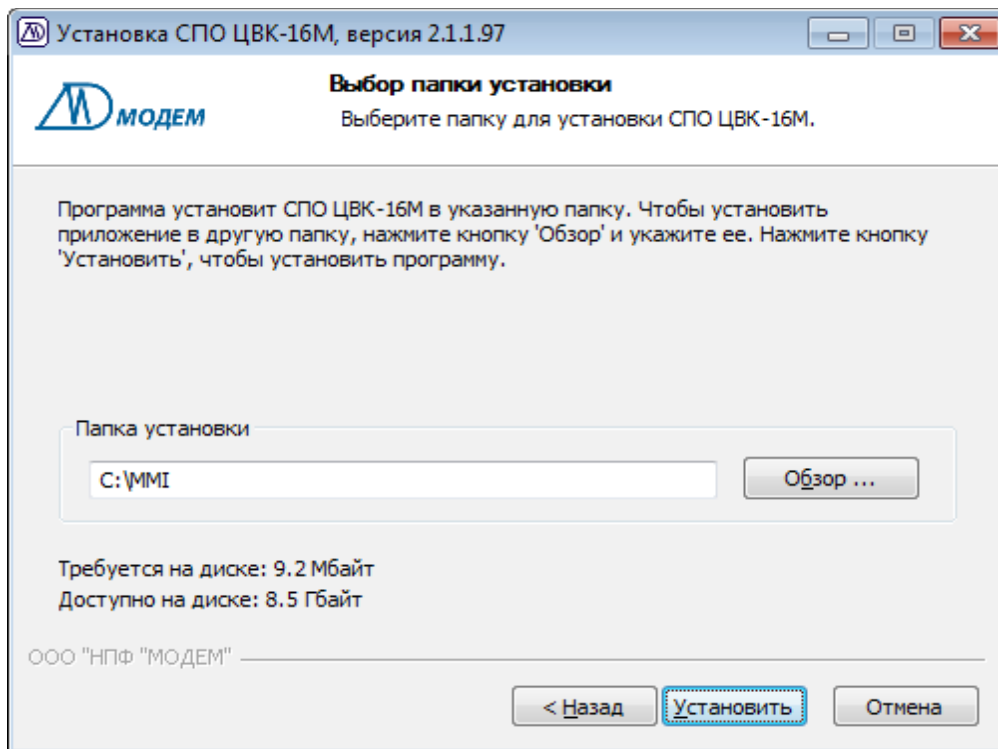

Рисунок 2.4 - Задание каталога для установки программы
- 4) Для продолжения необходимо нажать кнопку “Далее” и в появившемся окне задать каталог для установки программы (рис.2.4);